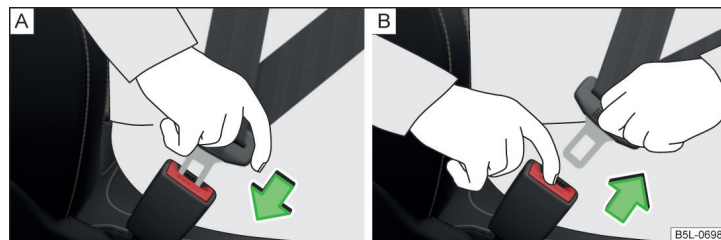

Fig. 7 Fixarea sau desfacerea centurii de siguranță
- › Introduceți clema de fixare în catarama aferentă a centurii de siguranță » fig. 7 - [A] până când se fixează cu un declic.
- › Prindeți de limba centurii și apăsați butonul roșu de pe catarama centurii » fig. 7 - [B], limba centurii sare afară.